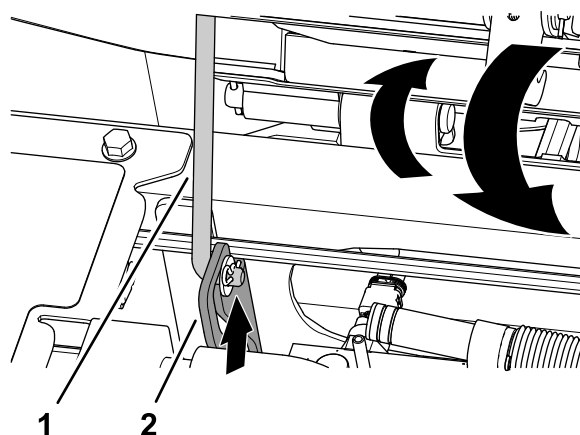

Figure 66
1. Faites pivoter le siège légèrement et sortez la béquille du cran dans la fente de blocage du support du siège (Figure 66).